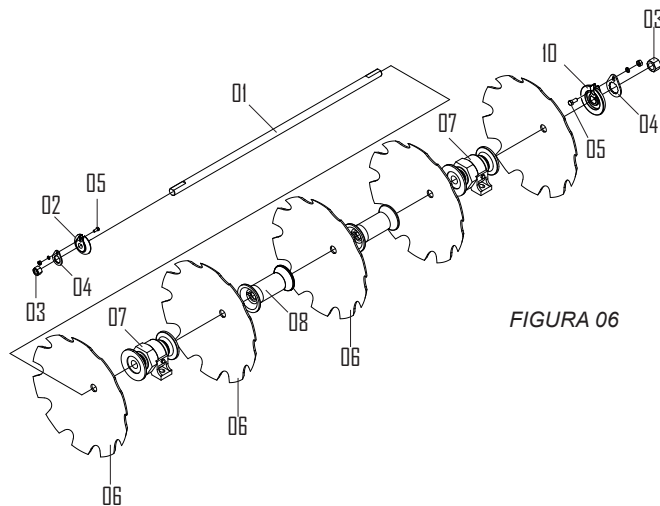

FIGURA 06
- Colocar no eixo (1) *figura 06*, a arruela convexa (2), a porca (3), a trava da porca (4), e fixe o conjunto com o parafuso (5). Observar que o eixo fique faceando com a porca.
- Coloque no eixo (1) um disco (6), um mancal (7), outro disco (6), um carretel separador (8) e assim sucessivamente conforme *figura 06*.
- Quando o conjunto estiver completo, com todos os discos e carretéis separadores, colocar a arruela côncava (10), a porca (3), dando um aperto prévio com a chave até firmar todo o conjunto.
- Feito isso, calce o conjunto dos discos e apertar a porca (3) através de impactos.
- Quando estiver conseguindo o aperto máximo, ajustar a trava da porca (4) com a arruela (10), sempre apertando a porca até coincidir a furação, fixá-las através do parafuso (5) e arruelas e porcas.